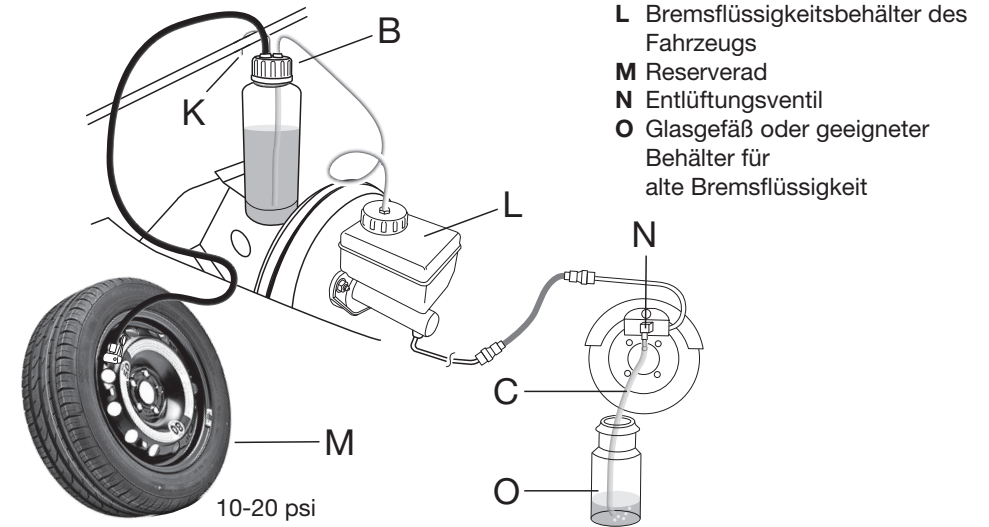

Figure 2
5. Das Druckgefäß wieder so im System einsetzen, dass es senkrecht bleibt und beim Entlüften nicht gestört werden kann (**Abbildung 2**).
7. Das Entlüftungsrohr (C) an den Entlüftungsrippel anschließen, der am weitesten vom Hauptbremszylinderbehälter entfernt ist (d. h. in der Reihenfolge, die in der Regel im Handbuch zu finden ist).